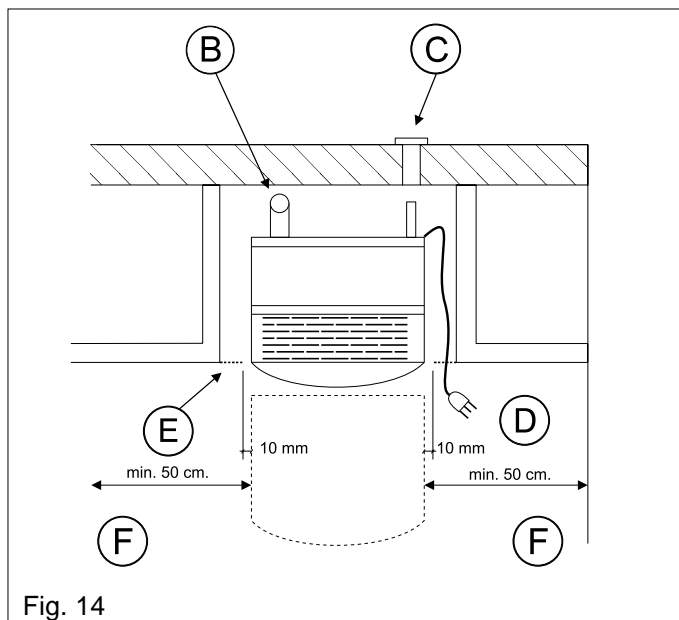

Fig. 14
- 4°) prevedere l'arrivo della linea elettrica in corrispondenza del lato inferiore destro sul retro della stufa **(D)** Fig. 14.
- 6°) prevedere uno spazio minimo di 50 cm su entrambi i fianchi, in modo da poter intervenire per la manutenzione **(F)** Fig. 14.